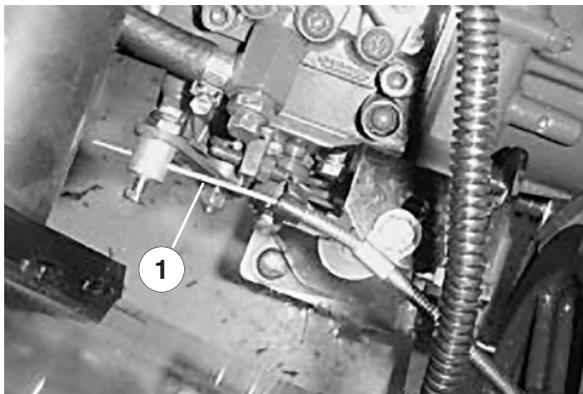

Bild 36
1. Stellen Sie den Gaszug (Bild 36) so ein, dass der Drehzahlreglerhebel am Motor die Schrauben für die niedrige und die hohe Drehzahl berührt, bevor der Gashebel den Schlitz im Armaturenbrett berührt.